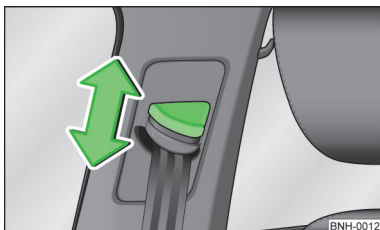

Fig. 118
- ▶ Apăsați armătura de ghidare și împingeți în direcția dorită, înspre în sus, sau înspre în jos » fig. 118.